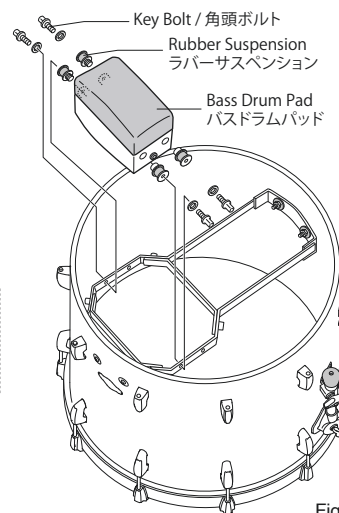

Fig.2
2. Insert the four Rubber Suspension holders into the Bass Drum Pad. Install the Bass Drum Pad to the frame using the provided Key-Bolts (Fig.2).
バスドラムパッドにラバーサスペンションを4箇所取り付けした後、ドラムキーを使って、バスドラムパッドをFig.2のように角頭ボルト4本で固定します。